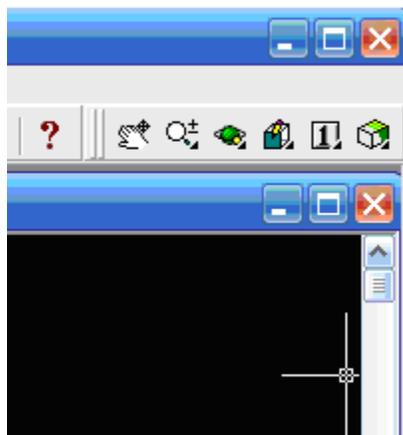

Figura 46
2. Cerramos la ventana Drawing 1 dando un clic al icono Close como se muestra en la *figura 46*.